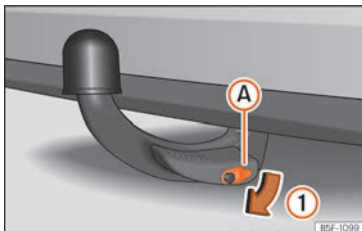

Abb. 299 Schließabdeckung abnehmen
- Nehmen Sie die Schließabdeckung (A) in Pfeilrichtung (1) vom Schloss ab »» Abb. 299.